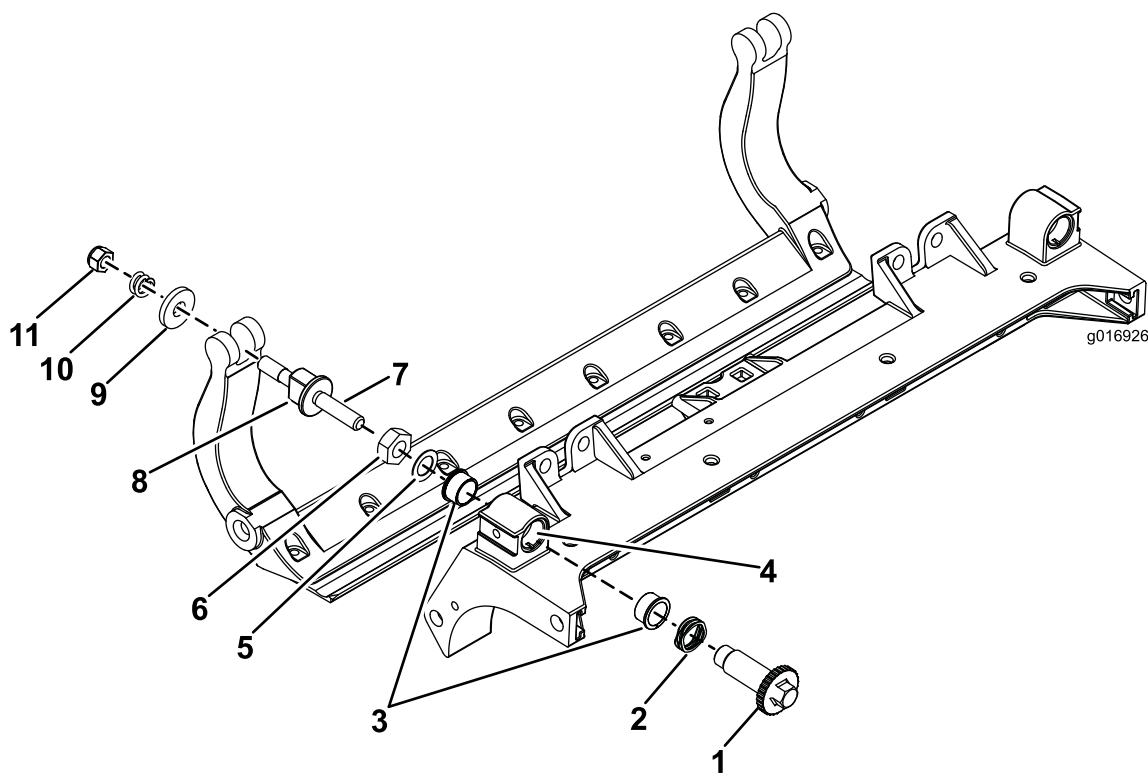

図 30
1. 全部のパーツを取り外す (HD DPA キット (モデル 120-7230) の 取り付け要領書 および 図 30を参照)。
2. カuttingユニットのセンターフレームのブッシュ挿入場所にネバーシーズを塗布する (図 30)。
3. フランジブッシュのキーとフレームのキー溝を揃えて、ブッシュを挿入する (図 30)。
4. アジャスタシャフトにウェーブワッシャを通し、アジャスタシャフトをCuttingユニットのフレームのフランジブッシュに通す (図 30)。
5. 平ワッシャとロックナットでアジャスタシャフトを固定する (図 30)。ロックナットを 15-20 ft-lb (20-27 Nm=2.1-2.8 kg.m) にトルク締めする。
込む。その外側からスチール製ワッシャを取り付ける (図 30)。ベッドバーボルトを 27-33 ft.-lb (37-45 N-m = 4.6-1.7 kg.m) にトルク締めする。左右の遊びが完全になくなって外側のスチール製ワッシャが回らなくなるまで (ただし決して締めすぎにならない) サイドプレートが変形したりしていない) ロックナットを締め付ける。内側のワッシャには遊びがあってよい (図 30)。
10. 各ベッドバーアジャスタ・アセンブリを締め付けて圧縮スプリングを完全に圧縮し、そこから1/2回転だけ戻す (図 30)。